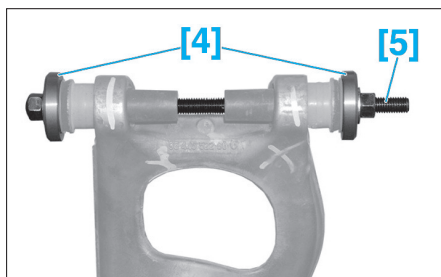

Fig. 21
- Poser les articulations élastiques (Fig.21).